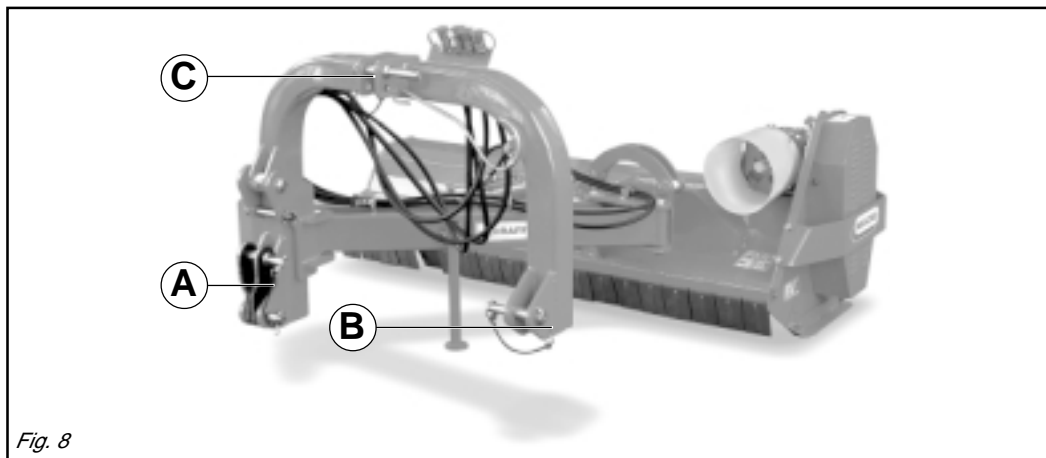

Fig. 8
Le piastre (A-B-C Fig. 8) vanno montate sempre e solo come illustrato in Fig. 8 con i fori posizionati anteriormente al tubo quadro.
The plates (A-B-C Fig. 8) are always mounted only as illustrated in fig. 8, with the holes positioned in front of the square tube.
Die in Abb. 8 mit A-B-C angeführten Platten haben stets wie in dieser Abbildung aufgezeigt montiert zu werden - d.h. die Lochungen werden vor das Flachrohr gesetzt.
Les plaques (A-B-C Fig. 8) ne doivent être montées que comme illustré sur la Fig. 8 avec les trous positionnés à l'avant du tube carré.
Las placas (A-B-C Fig. 8) tienen que instalarse siempre y sólo como ilustrado en la Fig. 8, con los agujeros colocados adelante del tubo cuadrado.
- 1- Accostare le barre del sollevatore ponendole all'interno delle piastre (A-B-C Fig. 8), inserire il perno nel foro predisposto e bloccare con le copiglie a scatto.
- 4- Collegare il terzo punto superiore (C Fig.8) ed effettuare una corretta regolazione con il tirante, verificando che il piano superiore della macchina risulti parallelo al piano terra.
- 1- *Near the lift bars, setting them in the most suitable plates (A-B-C Fig. 8). Insert the pin into the relative hole and lock in place with the snap-in split pins.*
- 4- *Connect the upper third-point (C Fig. 8) and correctly regulate by means of the adjuster, checking that the upper surface of the machine is parallel to the ground. This is very important since it achieves parallelism between the axis of the machine and that of the tractor pto.*
- 1- Die Lenker des Krafthebers annähern und in die am besten geeigneten Platten schieben (A-B-C Abb. 8). Den Bolzen in das Loch stecken und mit dem einrastenden Splint blockieren.
- 4- Den oberen Kupplungspunkt (C Abb. 8) anschließen und den oberen Lenker korrekt einstellen. Sicherstellen, daß die obere Haubenkante der Maschine parallel zum Boden steht. Das ist sehr wichtig, um die Parallelität zwischen der Achse der Maschine und der der Schlepper-Zapfwelle zu erhalten. Wenn diese Parallelität gegeben ist, wird die Zapfwelle weniger belastet und das Leben von Gelenkwelle und Gerät wird verlängert.
- 1- *Approchez les barres du relevage en les plaçant à l'intérieur des plaques les plus appropriées (A-B-C Fig. 8), introduisez l'axe dans le trou correspondant et bloquez par les goupilles à encastrement.*
- 4- *Reliez le troisième point supérieur (C Fig. 8) et réglez correctement à l'aide du tirant. Assurez-vous que le plan supérieur de la machine soit pratiquement parallèle au terrain. Ceci est très important en vue d'obtenir le parallélisme entre l'axe de la houe et celui de la prise de force du tracteur. Travailler dans ces conditions signifie limiter les sollicitations sur la prise de force et prolonger la durée de l'arbre à cardans, mais aussi de la machine.*
- 1- Acercar las barras del elevador poniéndolas dentro de las placas más indicadas (A-B-C Fig. 8), introducir el perno en el orificio y bloquear con los pasadores de resorte.
- 4- Conectar el tercer punto superior (C Fig. 8) y efectuar una correcta regulación con el tirante de regulación controlando que el plano superior de la máquina resulte paralelo al plano al nivel del suelo. Esto es muy importante para obtener paralelismo entre el eje de la máquina y el eje de la toma de fuerza del tractor. Esto permite limitar los esfuerzos sobre la toma de fuerza misma y hacer durar el árbol cardánico y la máquina misma.